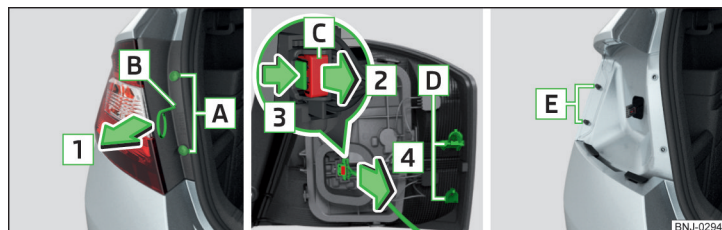

Fig. 291 Smontaggio delle luci / estrazione della spina
- › Svitare le viti **A** » fig. 291 utilizzando il cacciavite presente nell'attrezzatura di bordo.
- › Fissare il bloccaggio nella direzione opposta a quella indicata dalla freccia **2** » fig. 291.